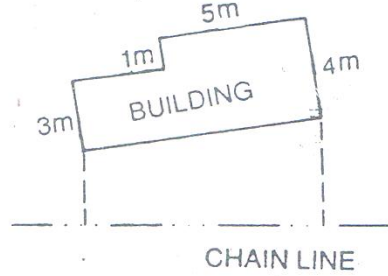

Fig. 2.13
- که چيرته تعمير کو چني وي دهغې کنجونه د مايل يا عمودي افسټ پواسطه باندې رسمېږي او نور نقاط په مستقيم ډول سره اندازه کوو او په ساحوي کتاب کېي ليکو. د fig 2.13 شکل مطابق